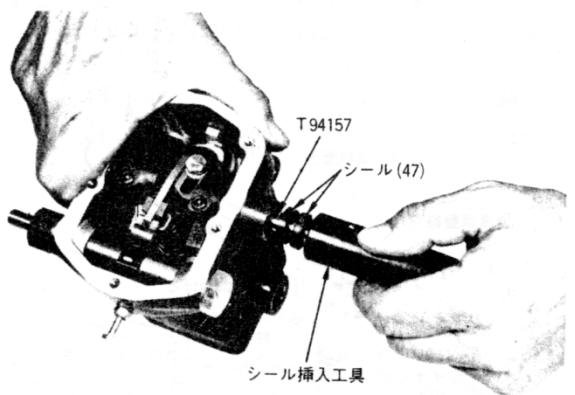

図3-32. シール取り付け図
25. 工具T94157を出力軸(58)に置きシール(47)を互いのカップのほうが向き合うようにして工具上を滑らせる。シール(47)をブッシング(46)にシール挿入工具を使って停止するまで押し込む。図3-32参照。